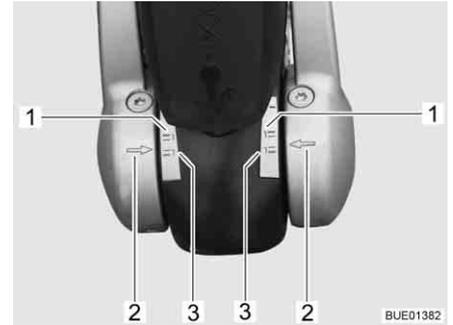

Bild 191 Anzeige Reibbeläge links und rechts
- Wenn die Pfeile an der Druckscheibe (Bild 191,2) unterhalb oder auf der grünen Markierungsfläche (Bild 191,3) stehen, sind die Reibbeläge neuwertig.
- Wenn die Pfeile an der Druckscheibe innerhalb der Markierungsflächen (Bild 191,1 und 3) stehen, sind die Reibbeläge leicht abgenutzt.
- Wenn die Pfeile an der Druckscheibe auf oder oberhalb der roten Markierungsfläche (Bild 191,1) stehen, sind die Reibbeläge abgenutzt. Reibbeläge wechseln lassen.